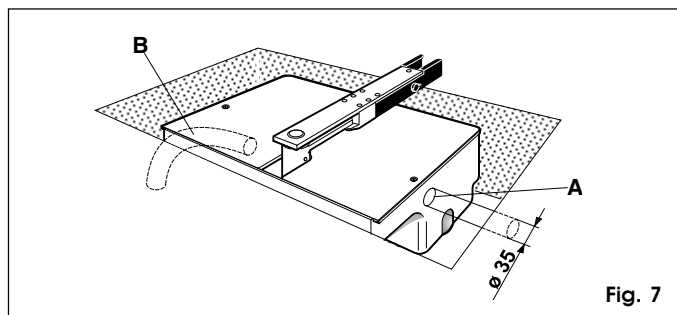

Fig. 7
3) Mettere in opera un tubo in PVC di diametro 35 mm per il passaggio di un cavo elettrico a 4 poli, fino ad arrivare all'apparecchiatura elettronica di comando (fig. 7 rif. A).
E' consigliabile, inoltre, prevedere un tubo di drenaggio per l'acqua piovana fino ad arrivare al più vicino canale di recupero acque (fig. 7 rif. B).